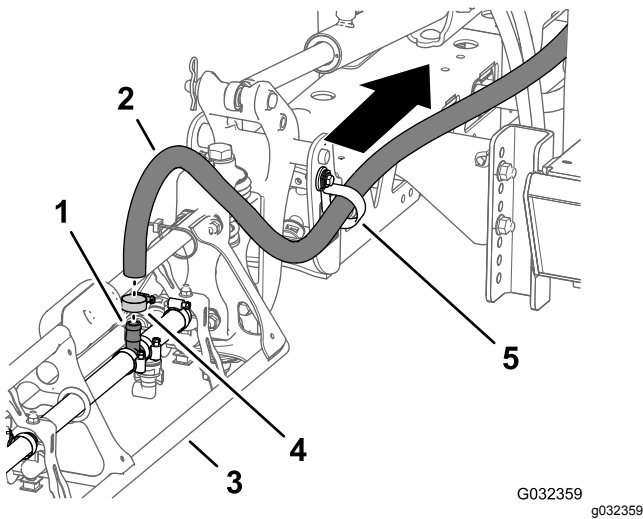

Figura 37
1. Na secção da rampa exterior, retire o grampo do tubo que prende o tubo de alimentação para a secção da rampa à união estriada em T (Figura 37).
- Retire o tubo da união em T (Figura 37).
- Retire a extremidade livre do tubo do grampo em R (Figura 37).